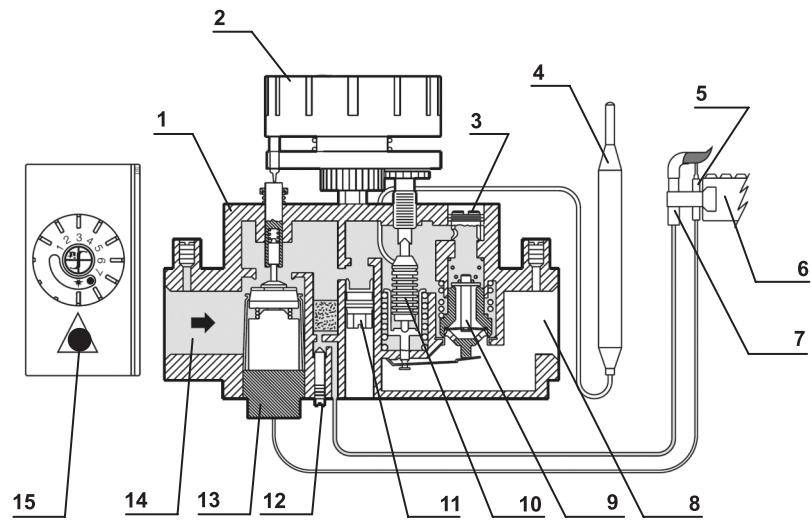

Рисунок 3. Схема автоматики 630 EUROSIT принципиальная.
- 5.5. Котел укомплектован газогорелочным устройством с термоэлектрической автоматикой регулирования и безопасности CV-30 (Германия) или EUROSIT (Италия). Схема приведена на рис.3. Автоматика имеет стабилизатор давления газа перед основной горелкой, режим «малое пламя» и пьезорозжиг. Автоматика состоит из электромагнитного клапана, термопары, терморегулирующего клапана, манометрического сильфона, капиллярной трубы, термобаллона.
- 7.1. Проверьте, чтобы газовый кран перед котлом был в положении «закрыто». Ручка управления 2 была установлена до упора поворотом по часовой стрелке в позицию «выключено» (●). (рис.3)